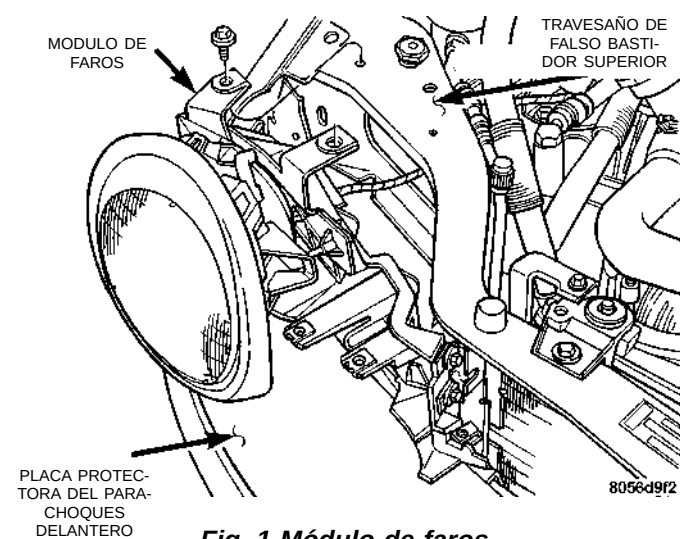

Fig. 1 Módulo de faros
- Retire los pernos que sostienen la parte superior del módulo en el travesaño de falso bastidor superior (Fig. 1).